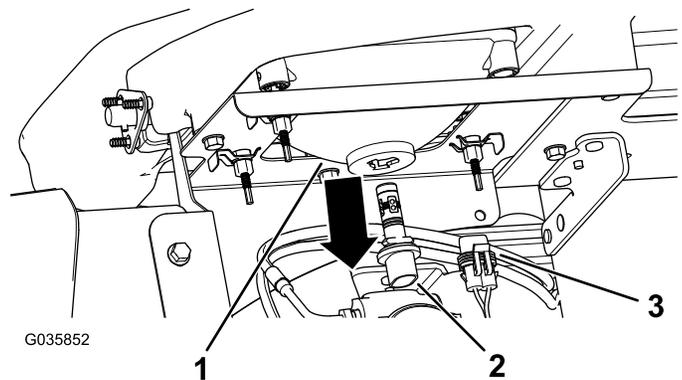

图 44
3. 从大灯外壳后面灯总成的接头断开线束的电气接头 图 44。
4. 将灯总成逆时针旋转 $\frac{1}{4}$ 圈然后向后移动移出大灯外壳 图 44。
5. 插入新灯总成和大灯外壳将灯总成上的标签与大灯外壳中的槽对齐 图 44。
6. 将灯总成顺时针旋转 $\frac{1}{4}$ 圈进行固定 图 44。
7. 将线束的电气接头与新灯总成的接头连接 图 44。